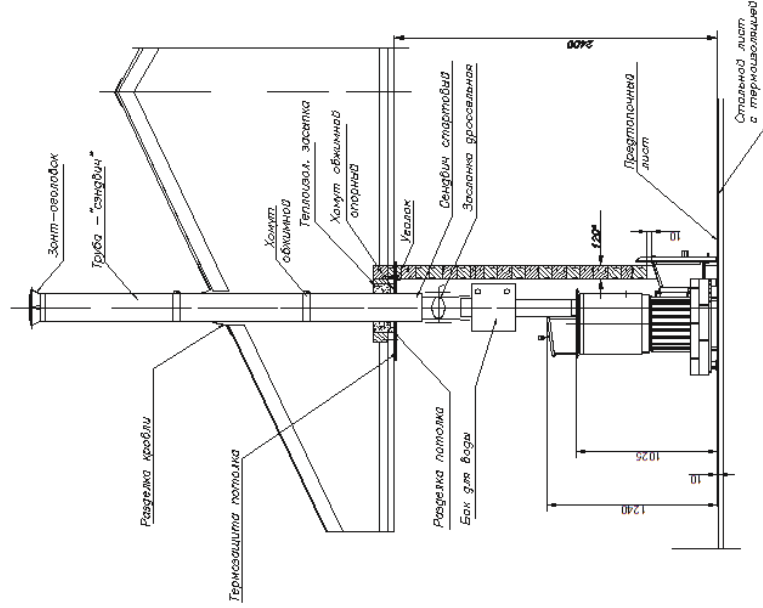

Рис.6 Схема установки теплогенерирующего аппарата «Суарушка-С»
канала, установить в разрезе потолка потолочную разделку (см. рис. 6).
7.6. Установить «стартовый сэндвич-элемент». Длина стартового «сэндвич-элемента» должна быть такой, чтобы его стыковое соединение со следующим элементом не оказалось в разрезе потолочной разделки (см. рис.6). С целью снижения осевых нагрузок, как на дымовой канал, так и на топочный агрегат , на «стартовый сэндвич-элемент» в разделке потолка установить опорный обжимной хомут (см.рис. 6).
7.10. Прохождение дымового канала через кровлю осуществляется с помощью проходного фланца «мастер флеш», гарантирующего как пожарную безопасность кровли, так и ее гидроизоляцию в месте прохождения дымового канала (см. рис.6). Предварительно в кровле, в соответствии с расположением оси дымового канала, необходимо сделать отверстие, гарантирующее расположение всех возгораемых элементов кровли от наружной поверхности «сэндвич-
7.11. На внутренней стороне кровли в зоне прохождения дымового канала установить чердачный лист (см.рис.6).
7.13. Установить концевой элемент дымового канала- зонт-оголовок или дефлектор (рис. 6).